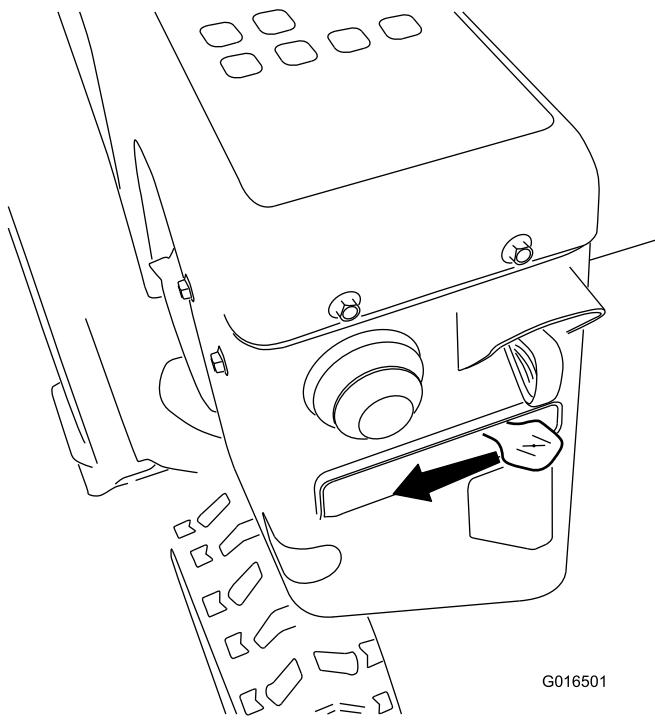

Figure 27
5. Réglez le starter à la position STARTER (Figure 27).